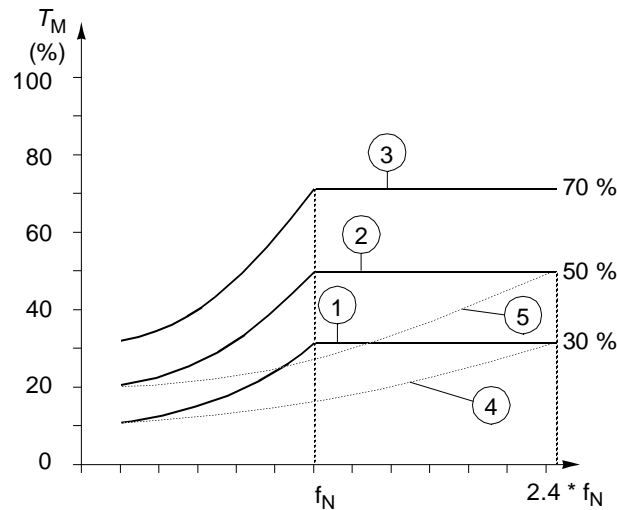

图 6-17 欠载曲线形式。 T_M 为电机的额定转矩， f_N 为电机的额定频率。
30.15 UNDERLOAD CURVE 此参数提供了图 6-17 中所示的五种可选曲线。如果负载掉到设定曲线下的时间超过参数 30.14 的设置，欠载保护将起动。在启动数据参数 99.07 设定的电机额定频率处，曲线 1 ... 3 达到了最大值。